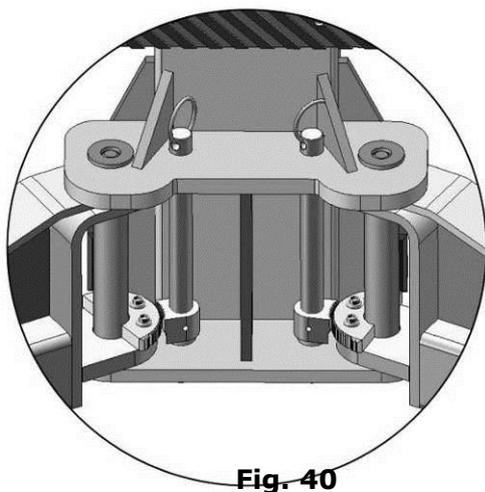

Fig. 40
1. Установите лапы (см. рис. 40).